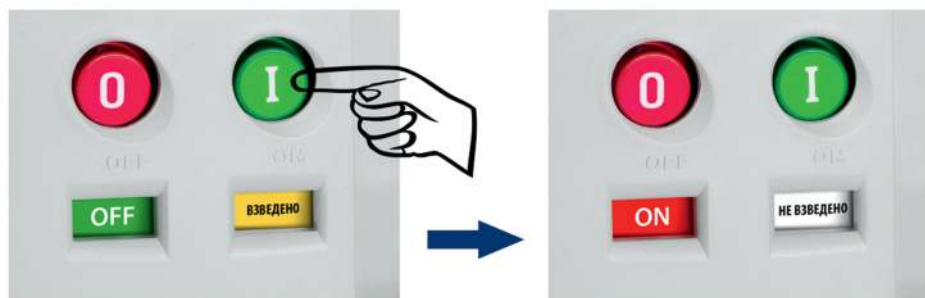

Рисунок 39 – Ручное включение
4.6.2.2 Указатель положения «ON/OFF» будет показывать «ON» (ВКЛ), указатель взвода пружины - «НЕ ВЗВЕДЕНО», смотри рисунок 39.